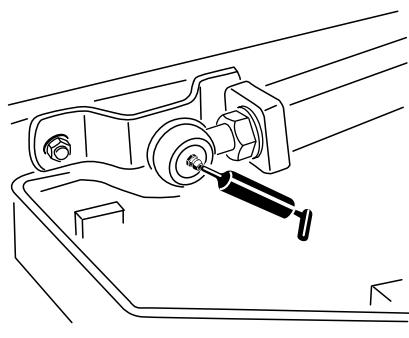

Figure 72
- 2 rotules de bras de levage (Figure 72).